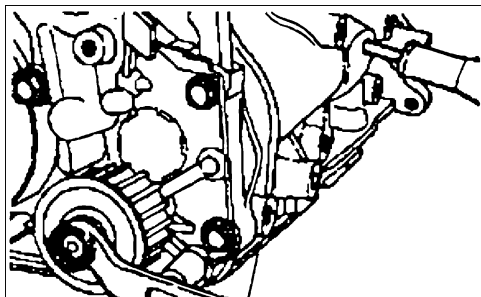

图 2-15 固定平衡轴拆卸齿带轮
(2) 油泵齿带轮的拆卸
① 拆卸气缸体侧的旋塞。
② 如图 2-15 所示, 插入直径 8mm 的十字螺钉旋具, 用以固定左侧平衡轴。